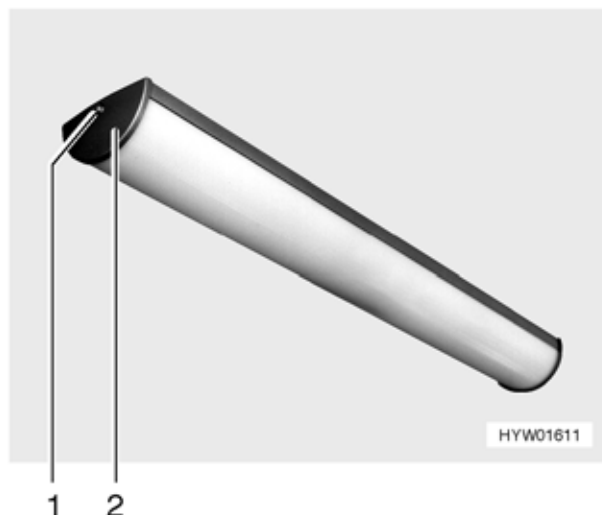

Bild 149 Wohnraumleuchte
- Schraube (Bild 149,1) herausdrehen und Abdeckung (Bild 149,2) abnehmen.